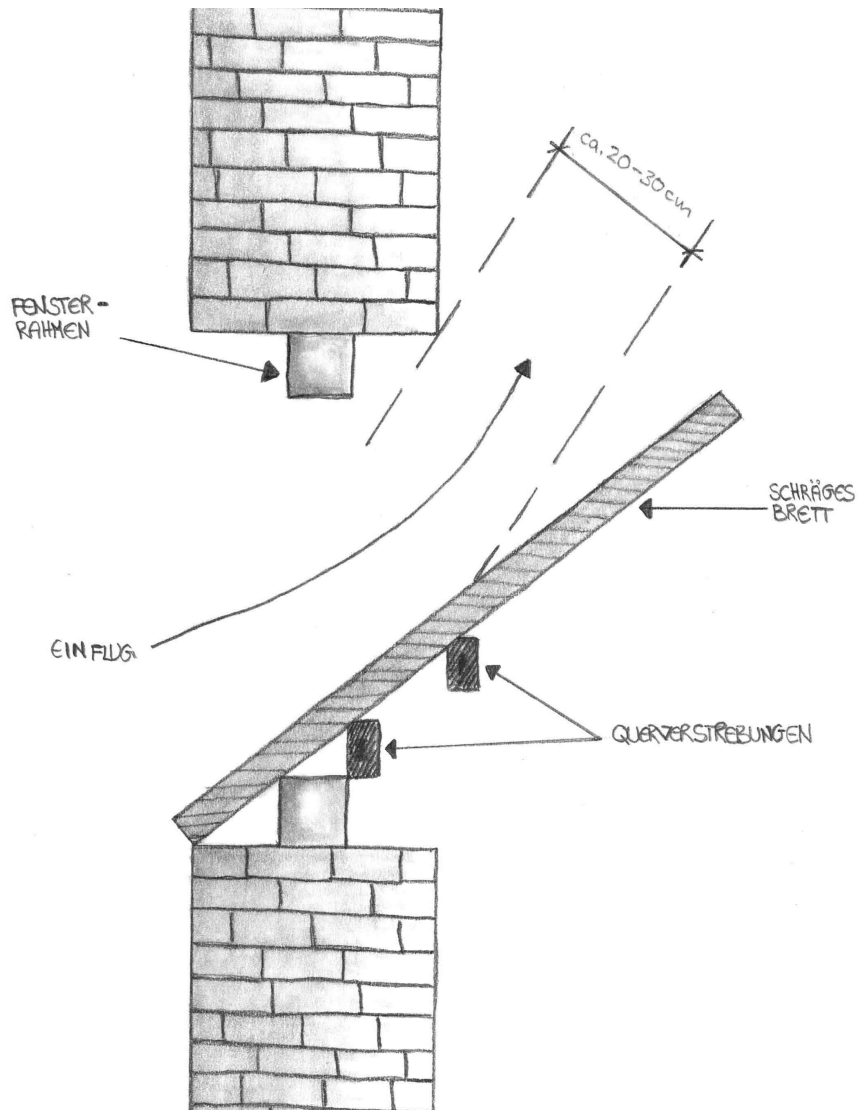

Abb. 4: **Oben:** Konstruktionszeichnung eines in ein Fenster eingepassten, schrägen Brettes, das Fledermäusen den Einflug gestattet. **Unten:** Praxisbeispiel:
- Eine schräge Platte (Brett) so in das Fenster einbauen, das ein nach oben gerichteter Einflug entsteht, der nur von Fledermäusen genutzt werden kann (Abb. 4).